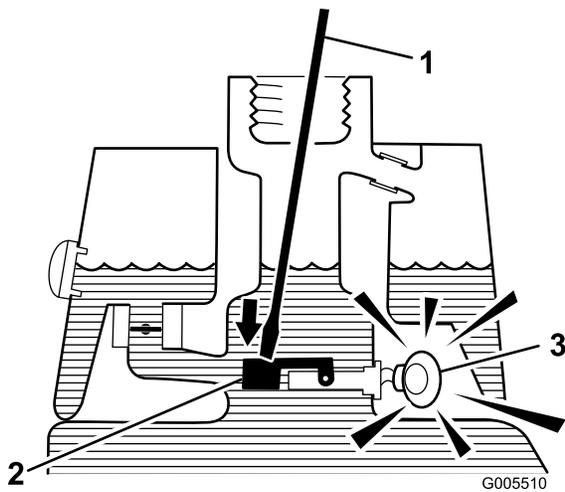

図 31
- 汚れのない棒やドライバを差し込んで、フロートを軽く押さえてやる(図 31)。秒後にアラームが鳴れば正常である。